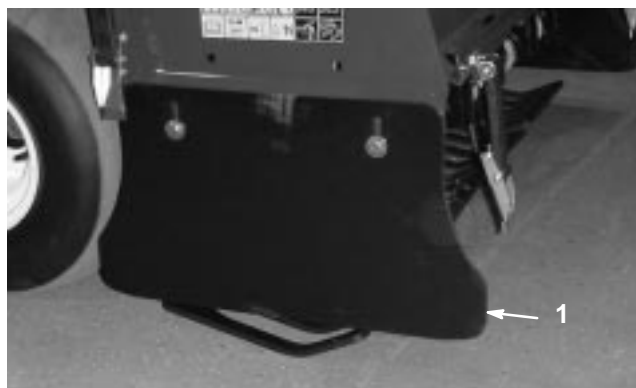

Figure 55
1. Desserrez les boulons et écrous de fixation du déflecteur latéral au châssis (Fig. 55).